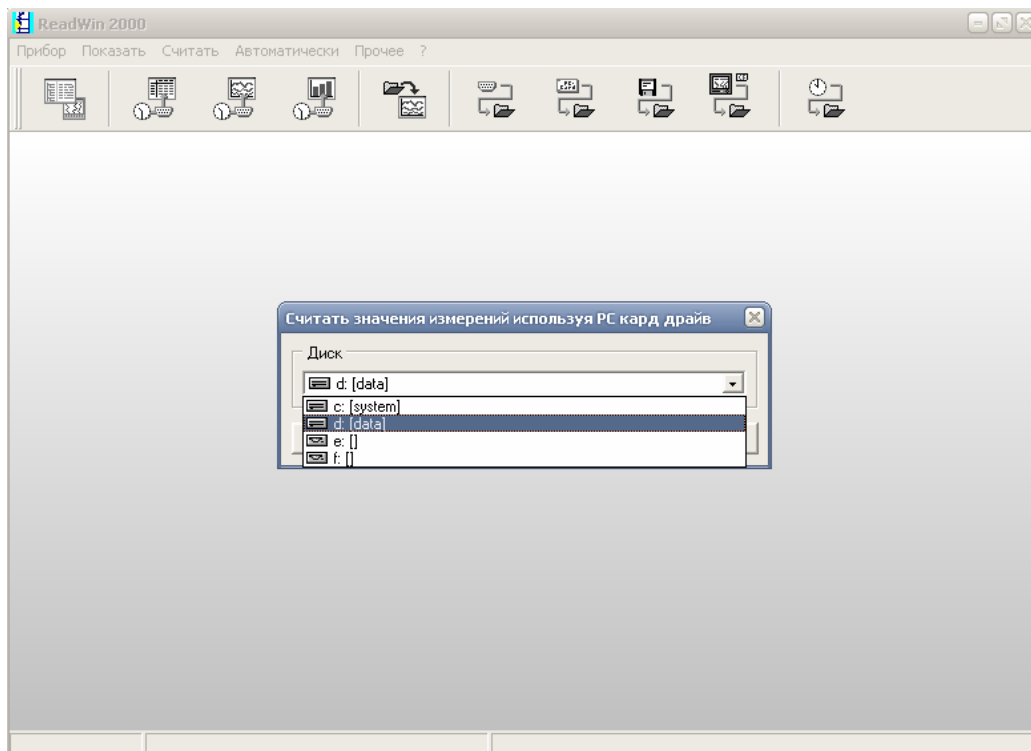

Рис. 14
- Считать значения измерений используя PC карт драйв**. Позволяет считывать данные используя карту памяти или USB-flash карту. При выборе данного пункта откроется окно (Рис. 14). В нем выбирается диск, на котором хранятся нужные данные.